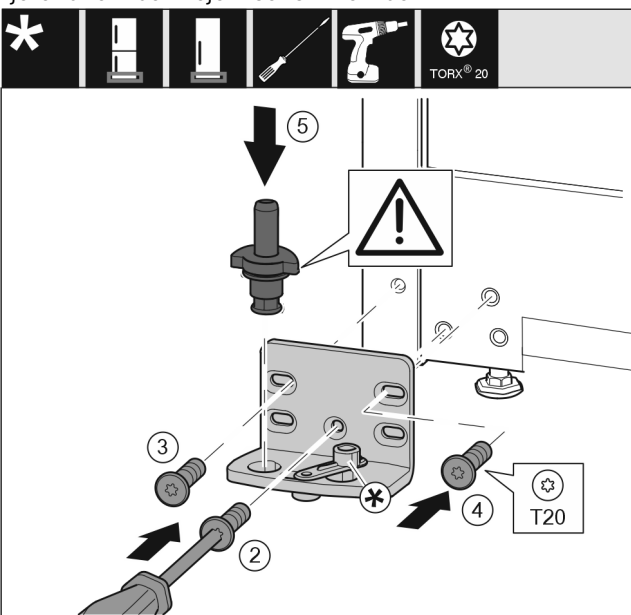

Fig. 20
- Vendosni bazamentin mbështetës në anën tjetër dhe mbërthejeni me ndihmën e një kaçavide. Filloni me vidën Fig. 20 (2) poshtë në mes.
- Mbërtheni fort vidën Fig. 20 (3) dhe vidën Fig. 20 (4).
- Vendosni komplet në vend bulonin e rrotullimit Fig. 20 (5). Këtu bëni kujdes që gunga ndaluese të jetë e kthyer nga poshtë.